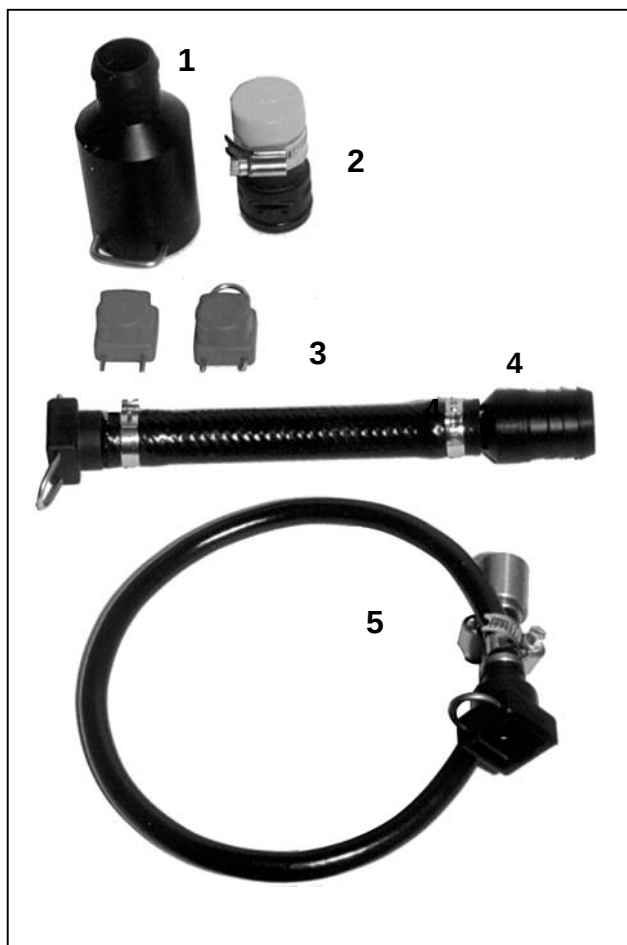

Fig. 9.5
Der kan monteres et controlsæt så der kan kobles måleudstyr til sprøjten (ekstraudstyr), best.-nr.: 919 872, (fig. 9.5).
- Trykslangen med stik kobles (fig. 9.5/1) til prøveapparatet.
- Tryktilslutningen til betjeningsarmaturet lukkes af med proppen (fig. 9.5/2).
- Tilkoblingsstykket til flowmåleren (fig. 9.5/4) forbindes og kobles til kontrolapparatet.
- Studsene til de resterende delbreddeventiler lukkes med afbændingskapper (fig. 9.5/3).
- Tilkoblingskablet til manometeret (fig. 9.5/5) monteres på delbreddeventilen.